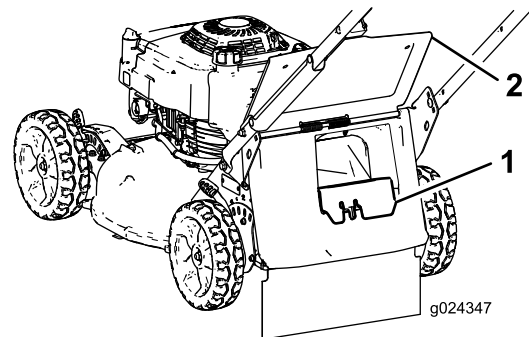

Figure 17
- Si l'obturateur d'éjection arrière n'est pas en place, saisissez-le par la poignée, soulevez le déflecteur arrière, et insérez-le dans la goulotte d'éjection arrière jusqu'à ce que le verrou s'enclenche ; voir Figure 17.
3. Déposez l'obturateur d'éjection arrière en appuyant sur le verrou avec le pouce et en tirant sur l'obturateur pour le sortir de la machine (Figure 17).